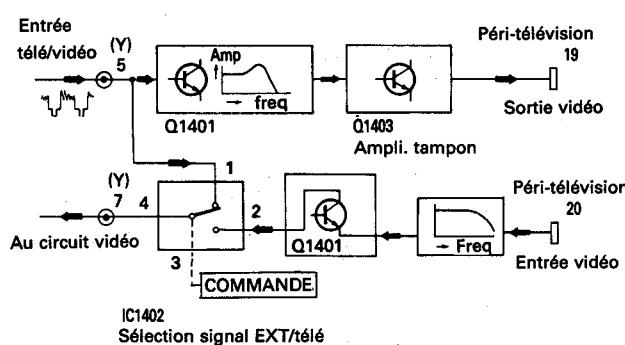

Figure 14. Diagramme du bloc du circuit côté externe.
Les diagammes de bloc des sections vidéo et audio sont individuellement présentés sur les Fig. 14 et 15.
a) Section vidéo externe (Fig. 14)